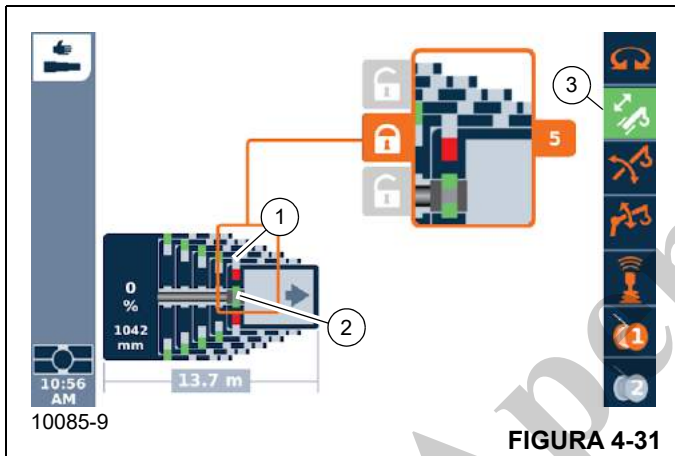

FIGURA 4-31
- Mecanismo de função telescópica ativado — símbolo (3, Figura 4-31) verde
- Cilindro telescópico travado — símbolo (2) verde
- Seção telescópica destravada — símbolo (1) vermelho